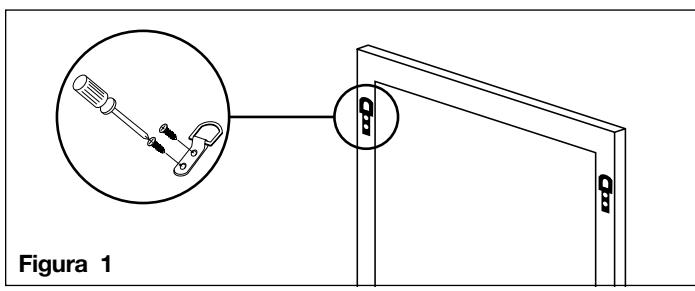

Figura 1
- Fije los soportes para colgar en la parte posterior del espejo con los tornillos proporcionados (figura 1).